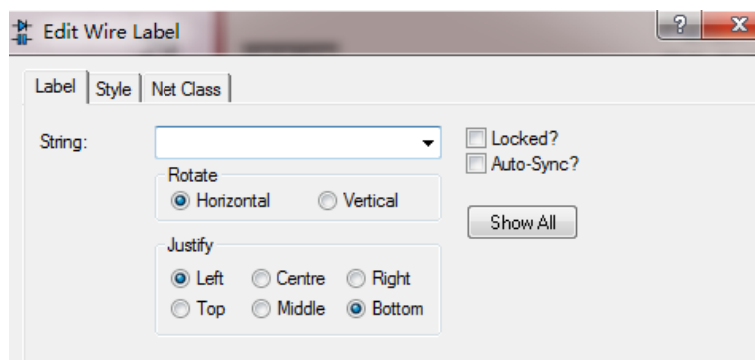

图 19
- ① 从工具箱中选择“Wire Label”图标 。
- ② 把鼠标指针指向期望放置标签的总线分支位置，鼠标指针处出现一个“×”号，此时单击鼠标左键，出现“Edit Wire Label”对话框，如图 19 所示。
- ③ 在该对话框的“Label”选项卡中键入相应的文本，如“P1_0”，或者点击下拉选项选择一个标签。
- ④ 单击“OK”按钮，结束文本的输入。